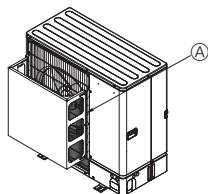
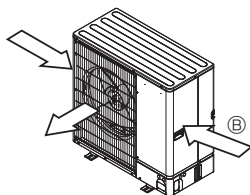

Fig. 2-5
Fig. 2-6
- ② Installer un guidage d'air optionnel si l'appareil est placé dans un endroit où les vents violents d'une tempête, par exemple, pourraient s'engouffrer directement dans la sortie d'air. (Fig. 2-5)
- ④ Guidage d'air
- ③ Placer l'appareil de sorte que la sortie d'air souffle dans la direction perpendiculaire à celle des vents saisonniers, si celle-ci est connue. (Fig. 2-6)
- ⑥ Sens du vent